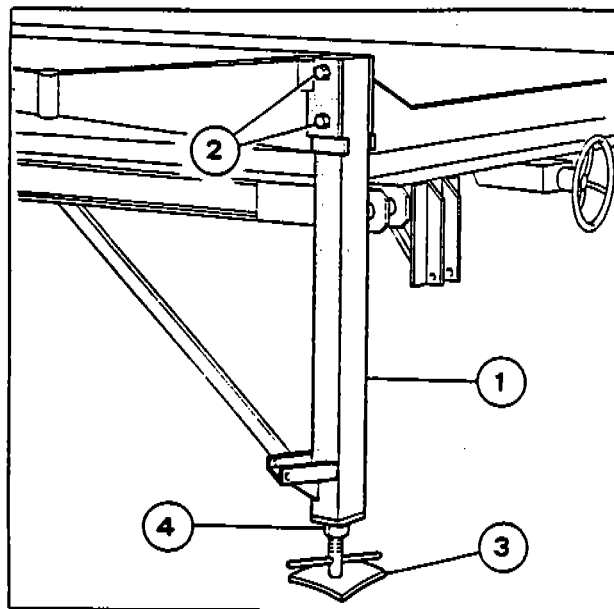

Fig. 6
d) A livellamento effettuato, montare gli stabilizzatori (1-Fig. 6) nella propria sede fissandoli con le apposite viti (2-Fig. 6). Eliminare l'eventuale gioco, tra piedino (3-Fig. 6) e piano di appoggio, avvitando o svitando il piedino stesso. Bloccare il controdado (4-Fig. 6).
d) A livellamento effettuato, montare gli stabilizzatori posteriori (1-Fig. 6) nella propria sede, fissandoli con le apposite viti (2-Fig. 6). Eliminare l'eventuale gioco tra piedino (3-Fig. 6) e piano di appoggio, avvitando o svitando il piedino stesso. Bloccare il controdado (4-Fig. 6).